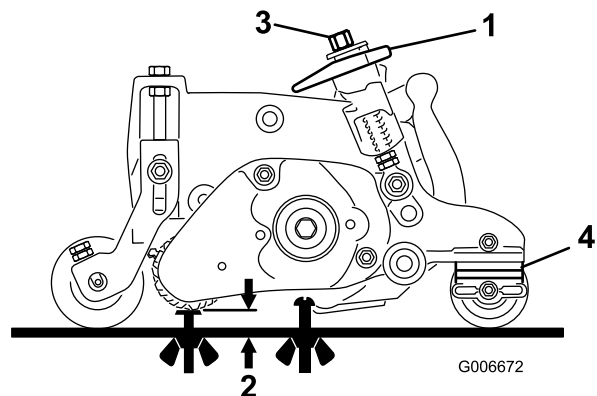

図 26
1. グルーマが、希望グルーミング高さに間違いなく調整されていることを確認する。図 26を参照。